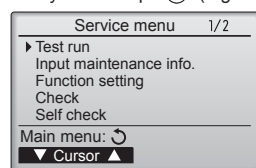

Fig. 6-3
- ③ Välj "Test run" (Testkörning) med [F1] eller [F2] och tryck sedan på . (Fig. 6-3)